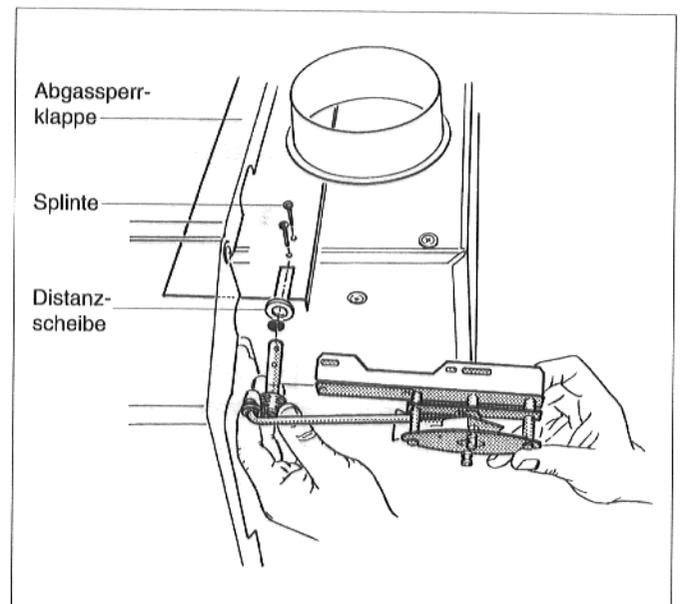

Abb. 6
7. Die zweite Distanzscheibe von innen auf den rechten Lagerstift schieben (Abb. 6).
8. Abgassperrklappe in den Schlitz des rechten Lagerstiftes stecken, dabei muß der Stellhebel am Motorhalter in Stellung "AUF" und der Lagerhebel nach oben zur Kesselseite hin stehen (Abb. 6 u. 7).
10. Die beiden Splinte von oben einführen und durch Umbiegen sichern (Abb. 6).